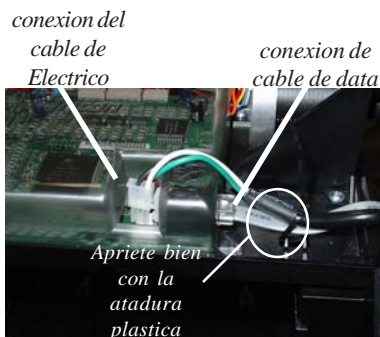

Figura 9. conexiones Data / Electrica .
- ( Para TDM-100) Hacer girar al dispensador 90 ° en sentido contrario a las agujas del reloj. Ponga los cables de comunicacion(cablegrafía) y cable de poder juntos a través de una atadura plastica y entrelacelas con esta, después tape el cable de data en un enchufe designado J11. Tape el conector de poder de corriente continua en el enchufe J12 (la Figura 9). **Apriete bien con la atadura plastica los cables al dispensador.**
8. **(Para TDM-150)** Ponga los cables de comunicacion(cablegrafia) y cable de poder juntos a traves de una atadura plastica que se encuentra a un lado del dispensador y entrelacelas con esta, vea la Figura 10. De nuevo junte los cables con una segunda atadura plastica como muestra la Figura 9.Enchufe el cable de data en el enchufe designado J11. Conecte el cable de DC en el el enchufe J12 (Figura 9). **Asegurese que los cables esten bien apretado con la atadura plastica**